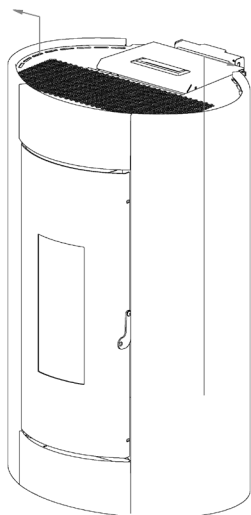

Fig. 59 - Afmontering af sider
- Frigør siderne fra bunden og opad (se **Fig. 59**).